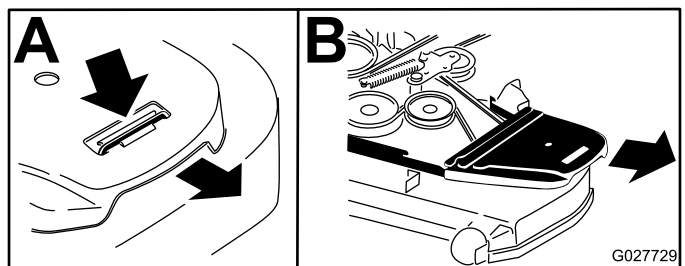

Figure 77
4. Retirez les couvercles de courroie (Figure 77).